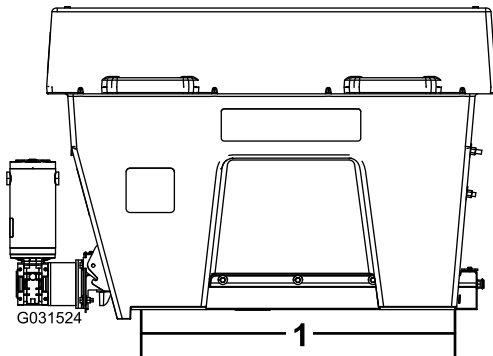

Figura 6
1. Usando una broca de 7/16", marque y perforo los taladros de montaje de los anillos de amarre, según se muestra en Figura 6. Alinee el anillo de amarre trasero con el borde trasero de la pata del esparcidor.